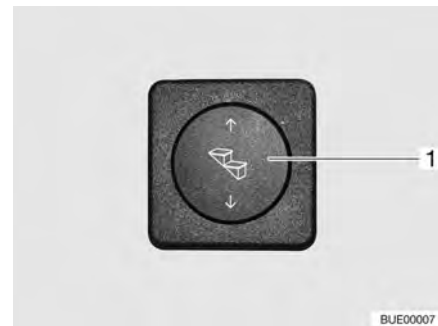

Fig. 9 Commutateur de commande du marchepied
- Appuyer sur le bas du commutateur à bascule (Fig. 9,1) et le maintenir pressé (pendant au moins 3 secondes) jusqu'à ce que le marchepied soit entièrement sorti.
- Appuyer sur le commutateur à bascule (Fig. 9,1) vers le haut jusqu'à ce que le marchepied soit entièrement ressorti.